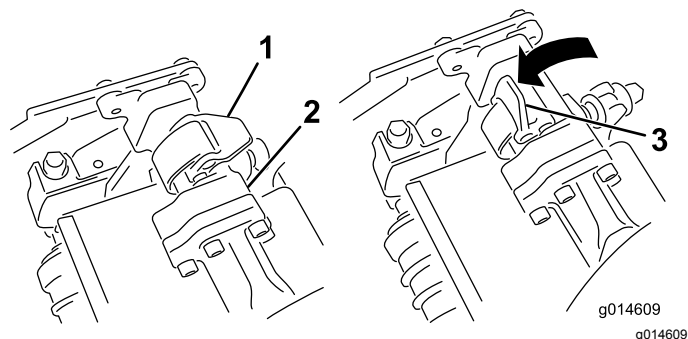
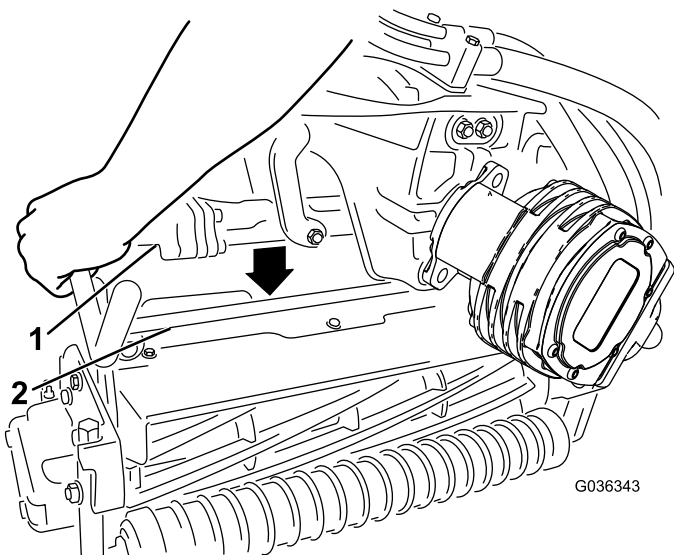

Figura 48
Figura 49
4. Con i fermi del braccio di sospensione rivolti verso l'alto (cioè aperti) (Figura 48), premete il braccio di sospensione verso il basso in modo che la barra si inserisca nella barra della parte superiore dell'apparato di taglio (Figura 49).
5. Chiudete i fermi spostandoli verso il basso e attorno alla barra dell'apparato di taglio, quindi bloccateli in posizione (Figura 48).
5. Aprite i fermi sulla barra del braccio di sospensione dell'apparato di taglio che state rimuovendo (Figura 48).